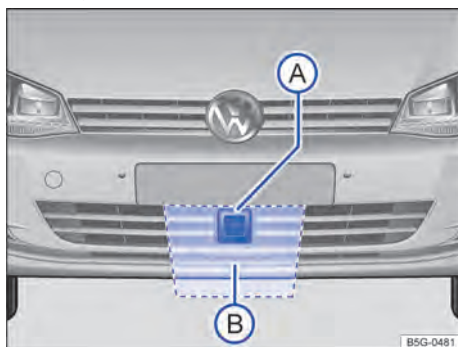

Fig. 138 No para-choque dianteiro: sensor do radar (A) e área que deve ser mantida livre em volta do sensor do radar (B).
Para registrar a situação do trânsito, está instalado, no para-choque dianteiro, um sensor do radar → Fig. 138 (A). Assim, os veículos à frente podem ser reconhecidos a uma distância de até aproximadamente 120 m.
A área frontal e ao redor do sensor do radar → Fig. 138 (B) não deve ser coberta por etiquetas adesivas, faróis extras, moldura decorativa das placas de licença ou coisas semelhantes, porque isso pode comprometer a função do ACC.